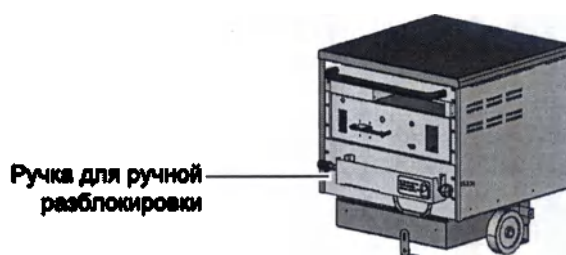

Рис. 1-6. Расположение ручки ручной разблокировки на встроенном блоке питания
3. Снимите ручку со встроенного блока питания (см. Рис. 1-6. Расположение ручки ручной разблокировки на встроенном блоке питания).